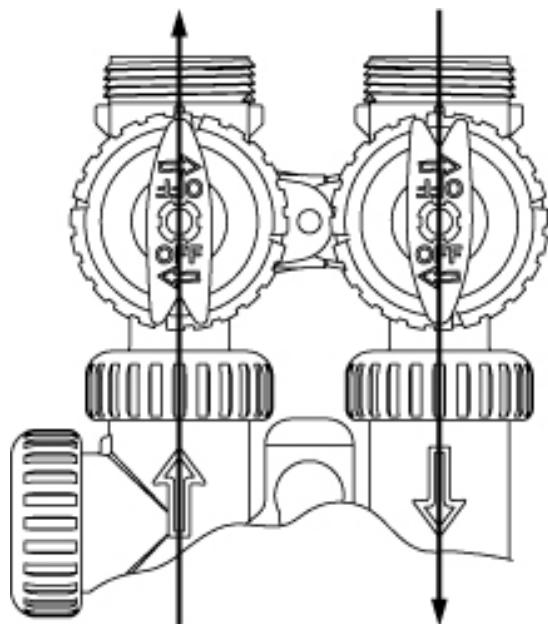

Рисунок 3 Положение Диагностика
3. **Положение Диагностика:** Ручка *Вход* устанавливается в соответствии с направлением стрелки на управляющем клапане, а ручка *Выход* направляется к центру клапана байпаса; воды из системы поступают в управляющий клапан, но вода из клапана не выходит в систему трубопроводов. (См. Рисунок 3).